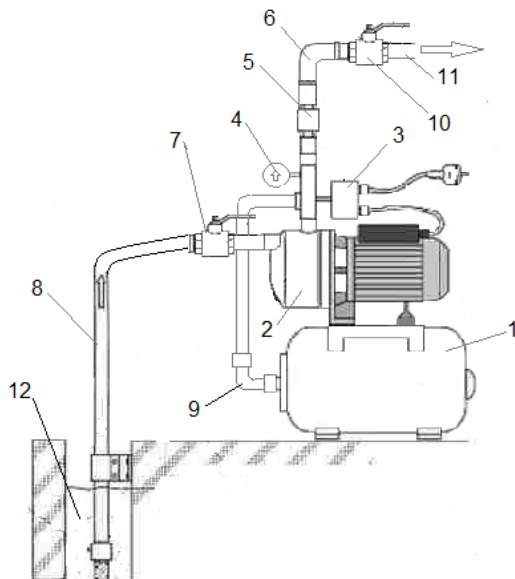

Рисунок 3. Схема монтажу гідроакумулятора в систему водопостачання з поверхневим насосом.
5. Фланцевий штуцер (4, рис. 1) гідроакумулятора з'єднати з напірною трубою (9, рис. 3) штуцера насоса.